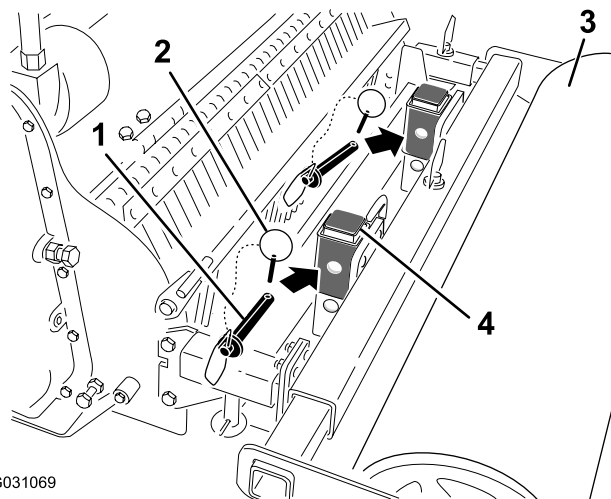

Figura 7
3. Retire los pasadores de las barras de montaje de la grada (Figura 7).